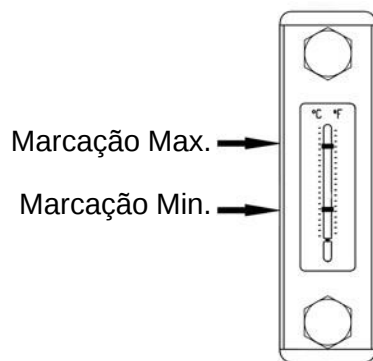

Figura 3-1 Nível do óleo hidráulico no tanque
- 1) Verifique o nível do óleo hidráulico no visor de nível de líquido para garantir que ele fique entre as marcações Max. e Min., como mostrado na Figura 3-1. Quando o nível do óleo estiver abaixo da marcação Min., adicione óleo hidráulico até que ele fique entre as marcações Max. e Min.